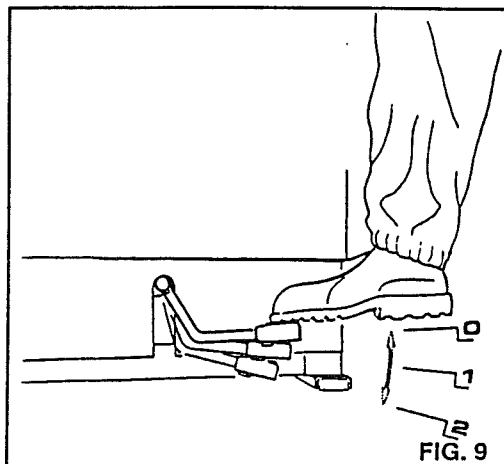

FIG. 9
Attach the inflating device clip to the tire valve. Press the pedal down to position 1 (see Fig. 9) to start inflation. To check pressure on the gauge, release the pedal. **NOTE:** If the pressure is too high, press the deflating button on the unit and hold it down until the correct pressure is reached.
Accrochez la tête du dispositif de gonflage à la valve du pneumatique. Appuyez sur la pédale dans la position 1 (voir fig. 9) pour commencer le gonflage. Pour contrôler la pression sur le manomètre relâchez la pédale.
Attach the hose clip to the valve, press the pedal down to position 1 (see Fig. 9).
If the bead of the tire is not well seated, due to a strong bead, lift tyre manually until the upper bead seals against the rim, then press the pedal all the way down (pos.2 - Fig.9).
**Attention!** Lors du gonflage des pneumatiques tubeless avec un jet d'air (BLAST) puissant, la roue doit être bloquée de l'intérieur de la jante. Accrochez la tête du tube à la valve, appuyez sur la pédale dans la position 1 (voir figure 9).
Si le talon du pneumatique n'est pas bien engagé, surtout s'il s'agit d'un talon particulièrement "résistant", soulevez manuellement le pneumatique jusqu'à faire adhérer le talon supérieur à la jante, puis enfoncez à fond la pédale (pos. 2 - fig. 9).